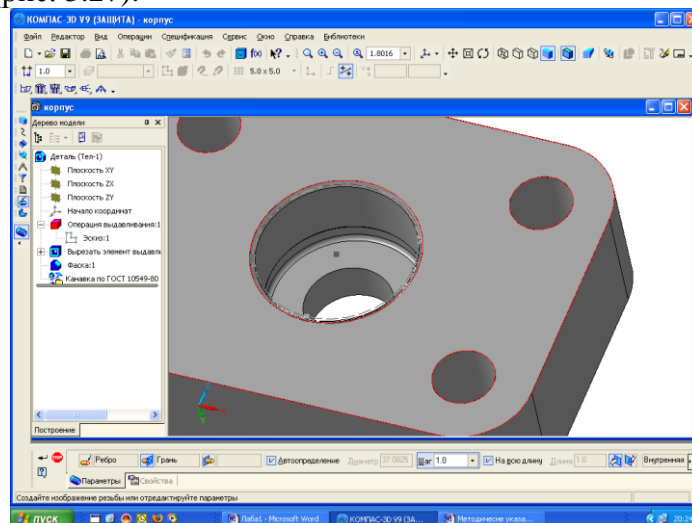

Рис. 3.27. Указание **Начальной границы** резьбы
2. Во вкладке **Параметры** в группе переключателей **Направление** активизируйте **Прямое направление**. Активизируйте переключатель **Начальная граница** и щелкните на торце отверстия, от которого нужно построить резьбу (если этого не сделать, то резьба будет построена от линии, разделяющей цилиндрическую поверхность отверстия и коническую поверхность фаски) (рис. 3.27).